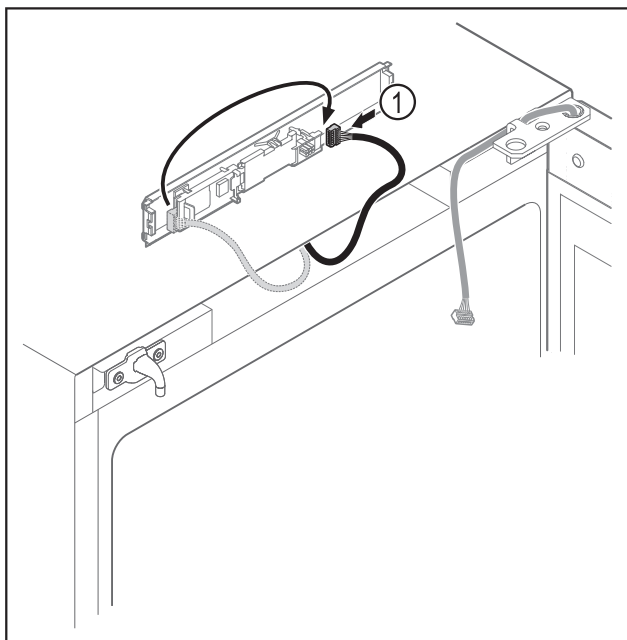

Fig. 19
- ▶ Zmeňte zapojenie zástrčky Fig. 19 (1) na doske plošných spojov.